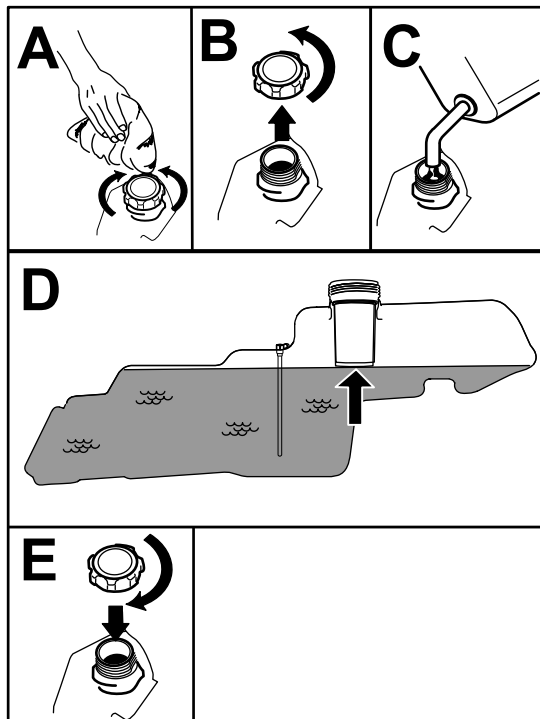

Figura 8
5. Llene el depósito de combustible hasta la parte inferior del cuello de llenado (Figura 8). No llene completamente el depósito de combustible.